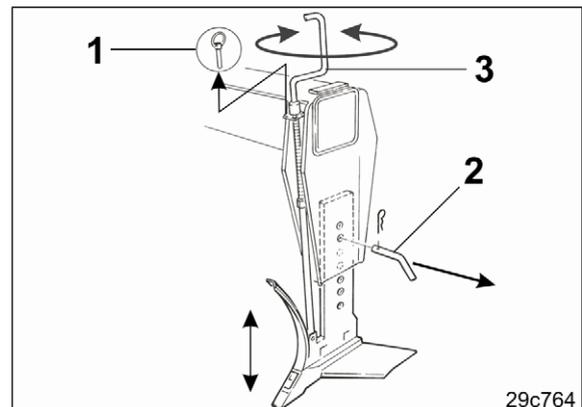

Fig. 22
3. Enlever les vis (Fig. 22/1).
4. extraire la jambe de force (Fig. 22/2). L'axe est goupillé en sécurité.
5. En faisant tourner la manivelle (Fig. 22/3) régler la profondeur de travail souhaitée du soc.